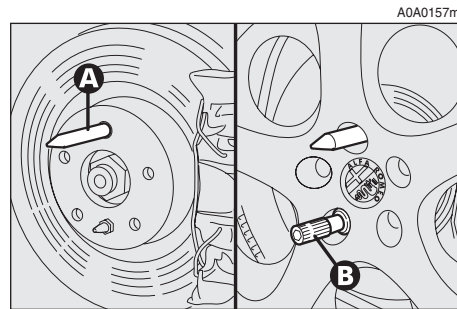

fig. 9
– apriete el espárrago de centrado (**A-fig. 9**) en uno de los orificios de los tornillos de fijación presentes en el buje;
– afloje el espárrago de centrado (**A-fig. 9**) y apriete el último tornillo de fijación;